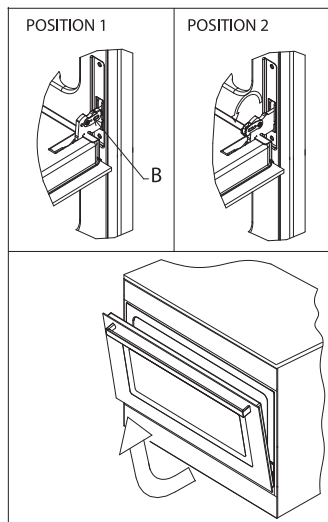

Рисунок 23
- Система крепления решеток: духовой шкаф оснащен системой крепления решеток, это позволяет выдвигать их, не извлекая из духового шкафа полностью; но если решетки необходимо вынуть, достаточно приподнять и потянуть их вперед, как показано на рис. 23.
- Поверните два рычага «В», переведя их из положения 1 в положение 2 (рис. 23).